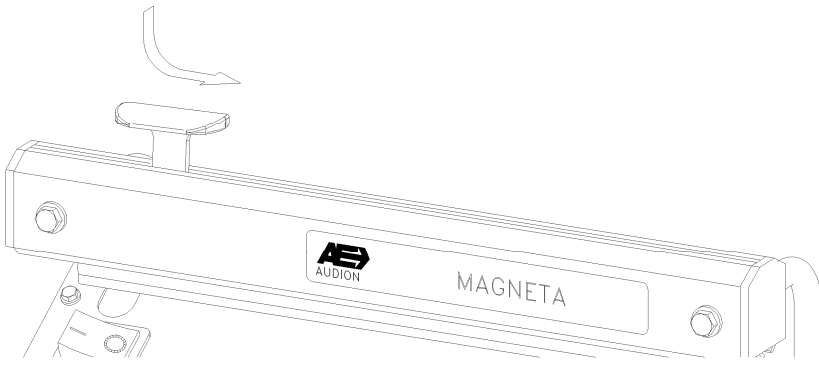

Fig. 1
6. Si nécessaire, on peut couper la partie au dessus de la soudure à l'aide du couteau pressant le bouton rouge et en le faisant passer d'un côté à l'autre du bras, lorsque celui-ci est abaissé (pendant la soudure). (fig. 1.).
6. O "plástico" pode ser cortado fazendo deslizar a lâmina de corte ao longo do "braço" da máquina enquanto este está sendo pressionado para baixo (Fig. 1).
6. Overskæring af folien sker ved at trykke knivholderen ned og føre denne på tværs af kæben under svejse- og køletiden. (fig. 1).
6. Vid avskärning: Pressa ned knivhållaren och för knivsläden snabbt över folien under tiden armen är i nedpressat läge (fig. 1).
6. Folien kan kuttet ved å trykke den røde knivholderen på sveisearmen ned og samtidig skyve den til den andre siden av armen, mens denne er nede (fig.1).